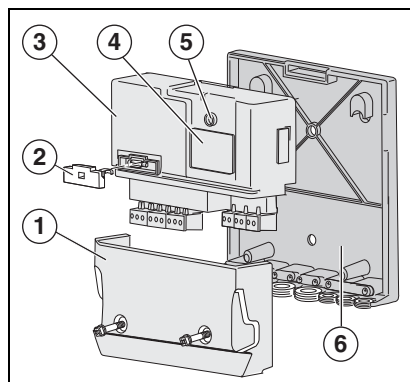

Fig. 1 Vue d'ensemble EM10
**LED-Meldungen auf dem EM10-Modul (→ Bild 1, [5])**